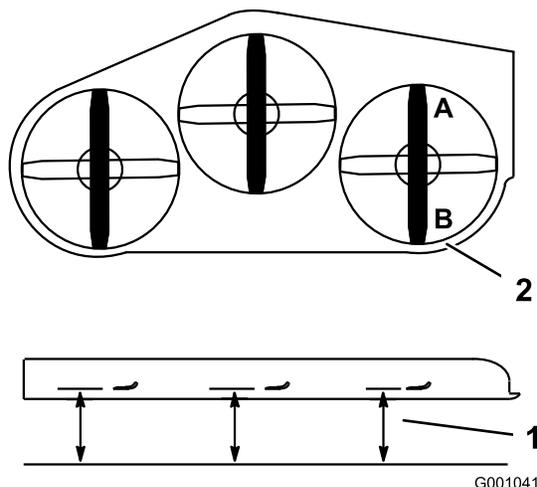

Рисунок 73
2. Расположите один нож в продольном направлении. Измерьте высоту в точках **А** и **В** от горизонтальной поверхности до режущей кромки на конце ножа (Рисунок 73).